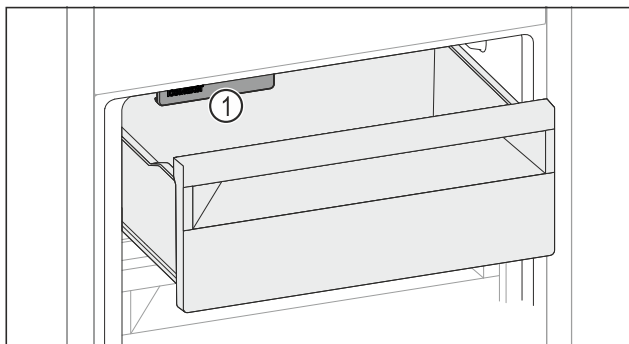

Fig. 167
- Uzmite u obzir IceMaker Fig. 167 (1).